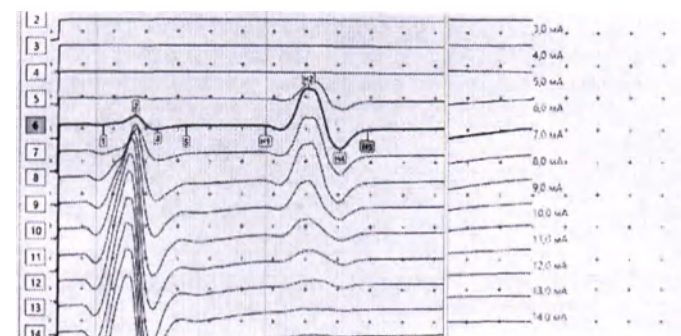

Рис. 164. Выделение максимального по амплитуде Н-рефлекса
5. После расстановки маркеров толстой линией будет выделена кривая с максимальным по амплитуде Н-рефлексом (рис. 164).